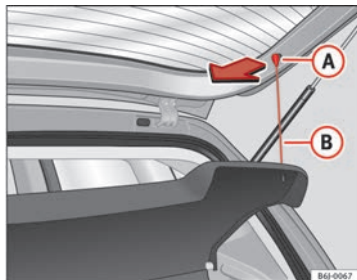

Fig. 99 Pianale portaoggetti
- Sganciare i tiranti ⇒ fig. 99 (B) dagli alloggiamenti (A).